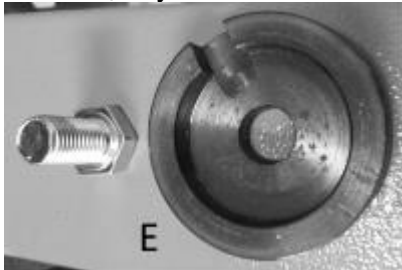

Рис.5
4. Снимите крышку (Е, рис.5) с вала. Снимите щетку.